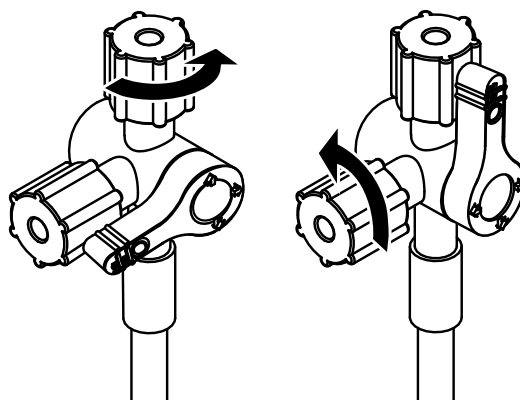

Figure 2. Robinet à 3 voies en positions ouvertes
1. Retirer le dispositif de l'emballage et vérifier que le diamètre interne (DI) de la gaine est adapté au diamètre maximum de l'instrument ou du cathéter à introduire.
3. Préparer la gaine pour le rinçage et s'assurer que le robinet à 3 voies est ouvert. Il existe deux options pour cela. Voir la figure 2.